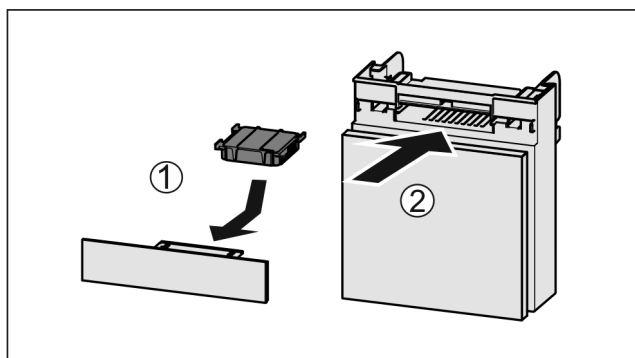

Fig. 46
- ▶ Inserire il vano Fig. 46 (2).